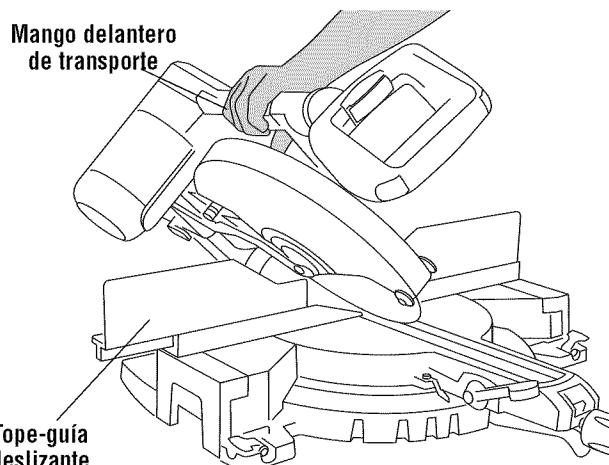

Figura 29.
- Mueva el tope-guía deslizante izquierdo de modo que no estorbe el conjunto de la sierra y vuelva a fijarlo (Figura 29).
- Una vez alcanzada la posición deseada para el bisel, apriete firmemente hacia abajo la palanca de fijación de bisel hasta que quede bajo el nivel de la mesa (Figura 29).
- Mueva el tope-guía deslizante derecho de modo que no estorbe el conjunto de la sierra, y vuelva a fijarlo (Figura 29).
- Mueva los topes-guía deslizantes izquierdo y derecho de modo que no estorben el conjunto de la sierra y vuelva a fijarlos (Figura 29).